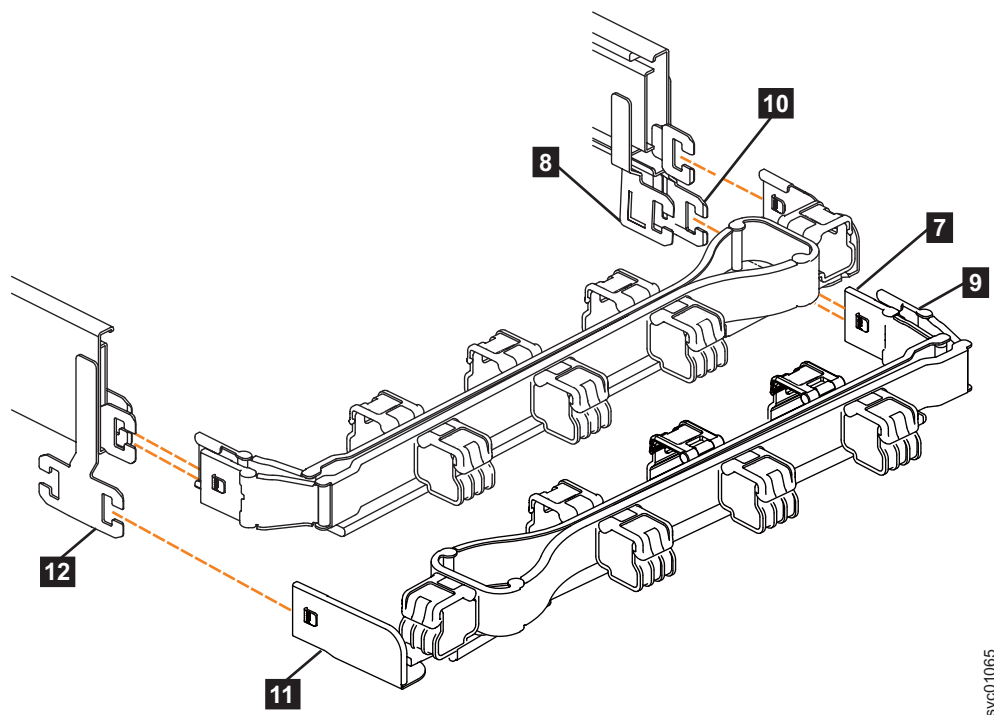

Рисунок 77. Сравнение расположения компонентов частей кабельного кронштейна
**Примечание:** Процедура установки нижней части кабельного кронштейна аналогична установке верхней части. Но расположение коннекторов обратное. Для сравнения на рис. 77 на стр. 83 показаны верхняя и нижняя части кабельного кронштейна, выровненные по направляющим. Коннектор направляющей верхней части кабельного кронштейна соединяется с правой направляющей. Коннектор направляющей нижней части кабельного кронштейна **11** соединяется с левой направляющей.
5. Установите внутренний коннектор нижней части кабельного кронштейна (**7**) во внутренний элемент правой направляющей (**8** на рис. 77).
6. Установите внешний коннектор нижней части кабельного кронштейна (**9**) во внешний элемент правой направляющей (**10** на рис. 77).
7. Соедините коннектор направляющей на нижней части кабельного кронштейна (**11**) с основанием коннектора на левой направляющей (**12** на рис. 77). Убедитесь, что нижняя часть кабельного кронштейна надежно прикреплена к крюкам на концах направляющих.